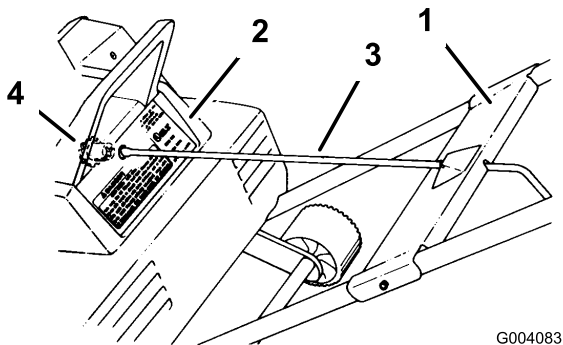
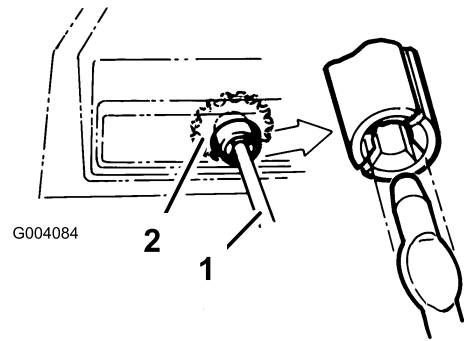

Figure 4
Figure 5
6. Plaats de bevestigingsplaat op de buizen (Figure 4).
9. Draai langzaam aan de stang van de krukas totdat het platte uiteinde in de gleuf in de overbrenging valt. Druk vervolgens de krukas stevig in de overbrenging totdat die vastklikt (Figure 4 en Figure 5).